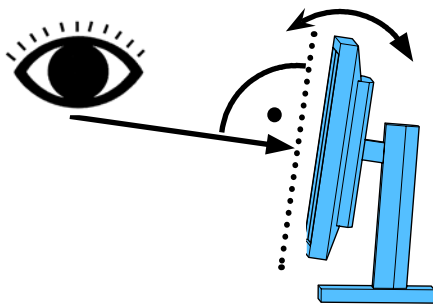

Fig. 8
- ⇒ Ajuste o monitor (incliná-lo, rodá-lo) de modo que todos os planos da linha de visão fiquem perpendiculares ao monitor (Fig. 8 / 9).